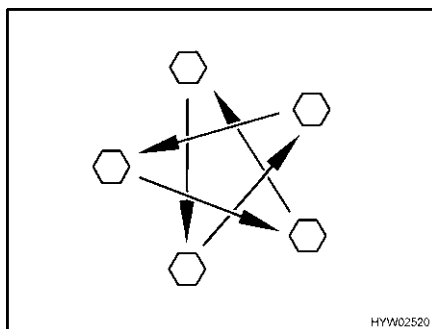

Fig. 126 Serrare a croce i dadi o i bulloni delle ruote
- Controllare regolarmente il serraggio dei dadi o dei bulloni. Regolare a croce (Fig. 126) il serraggio dei dadi o dei bulloni di una ruota sostituita dopo circa 50 km.
- ▷ Serrare a croce i dadi o i bulloni delle ruote (Fig. 126).